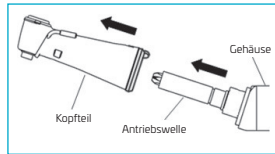

Fig. 9
- Entfernen Sie das Kopfteil vom Gehäuse. (Abbildung 9)
- Nehmen Sie die Antriebswelle aus dem Gehäuse. (Abbildung 9)